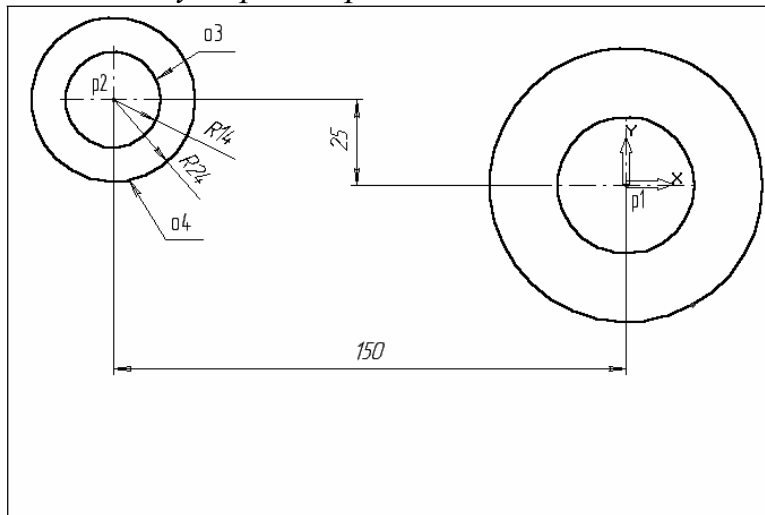

Рис. 3.14.
4. Побудуйте коло o3, рис. 3.14 з осьовими лініями і радіусом 14 мм